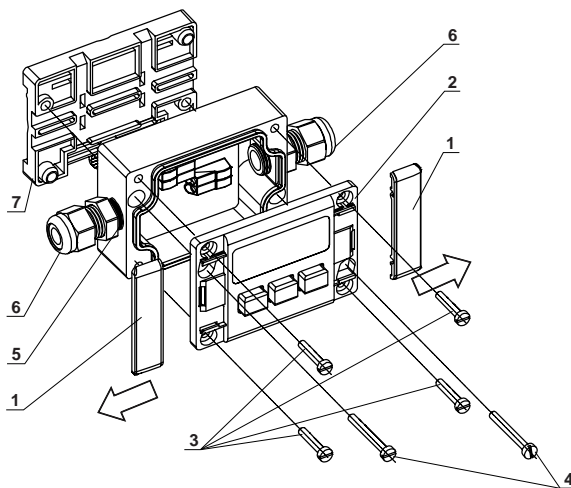

fig. 2
1. Retirer les couvercles (1) dans le sens de la flèche (Fig. 2).
2. Desserrer les vis (3) et retirer la plaque frontale (2).
3. Visser fermement les passes-câbles à vis fournis avec les bagues d'étanchéité (5) dans le boîtier pour assurer une protection IP65.